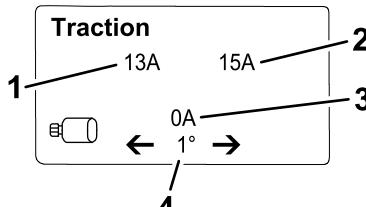

Bild 21
- Fahrinformationsbildschirm** (Bild 21): Zeigt den aktuellen Lenkwinkel und den Amperewert für jeden Fahrmotor an.